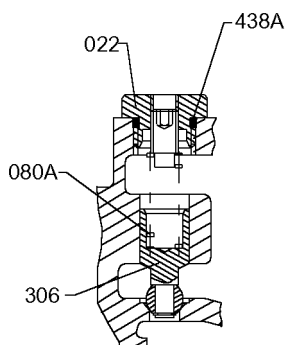

Fig.25 Icke justerbar övertrycksventil
3.7.3.1 Icke justerbar övertrycksventil (Fig.25)
- Lossa hatten (008) och tag bort O-ring (438B)
- Lossa pluggen (043) och tag bort (438A).
- Tag bort övertrycksventilen (306) (Fig.25)